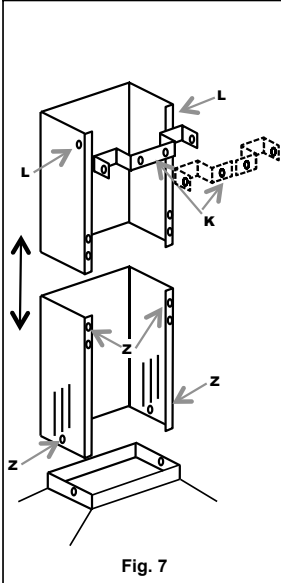

Fig. 7
- **MONTERING AV AVTREKSKANALER (fig. 7):**